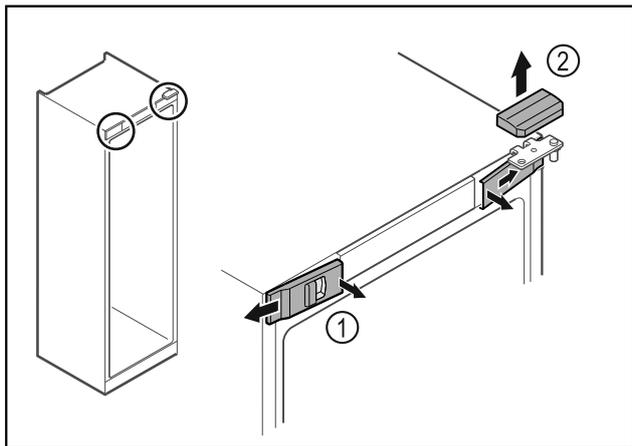

Fig. 7\*
- ▶ Odstítite zvnútra predné kryty Fig. 7 (1) a odoberte ich do strany.\*
- ▶ Odoberte horný kryt Fig. 7 (2) nahor.\*